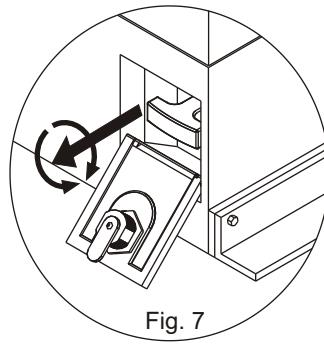

Fig. 7
- Agarrar la manilla del desbloqueo y tirar hacia el exterior vencendo la resistencia del resorte interior (Fig. 7).